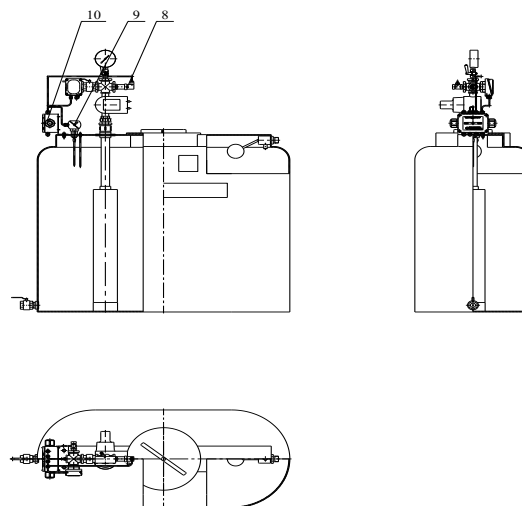

Рисунок 3 — Исполнение-02
- преобразователь избыточного давления и устройство контроля уровня жидкости «УКУ-1» (рис. 3);